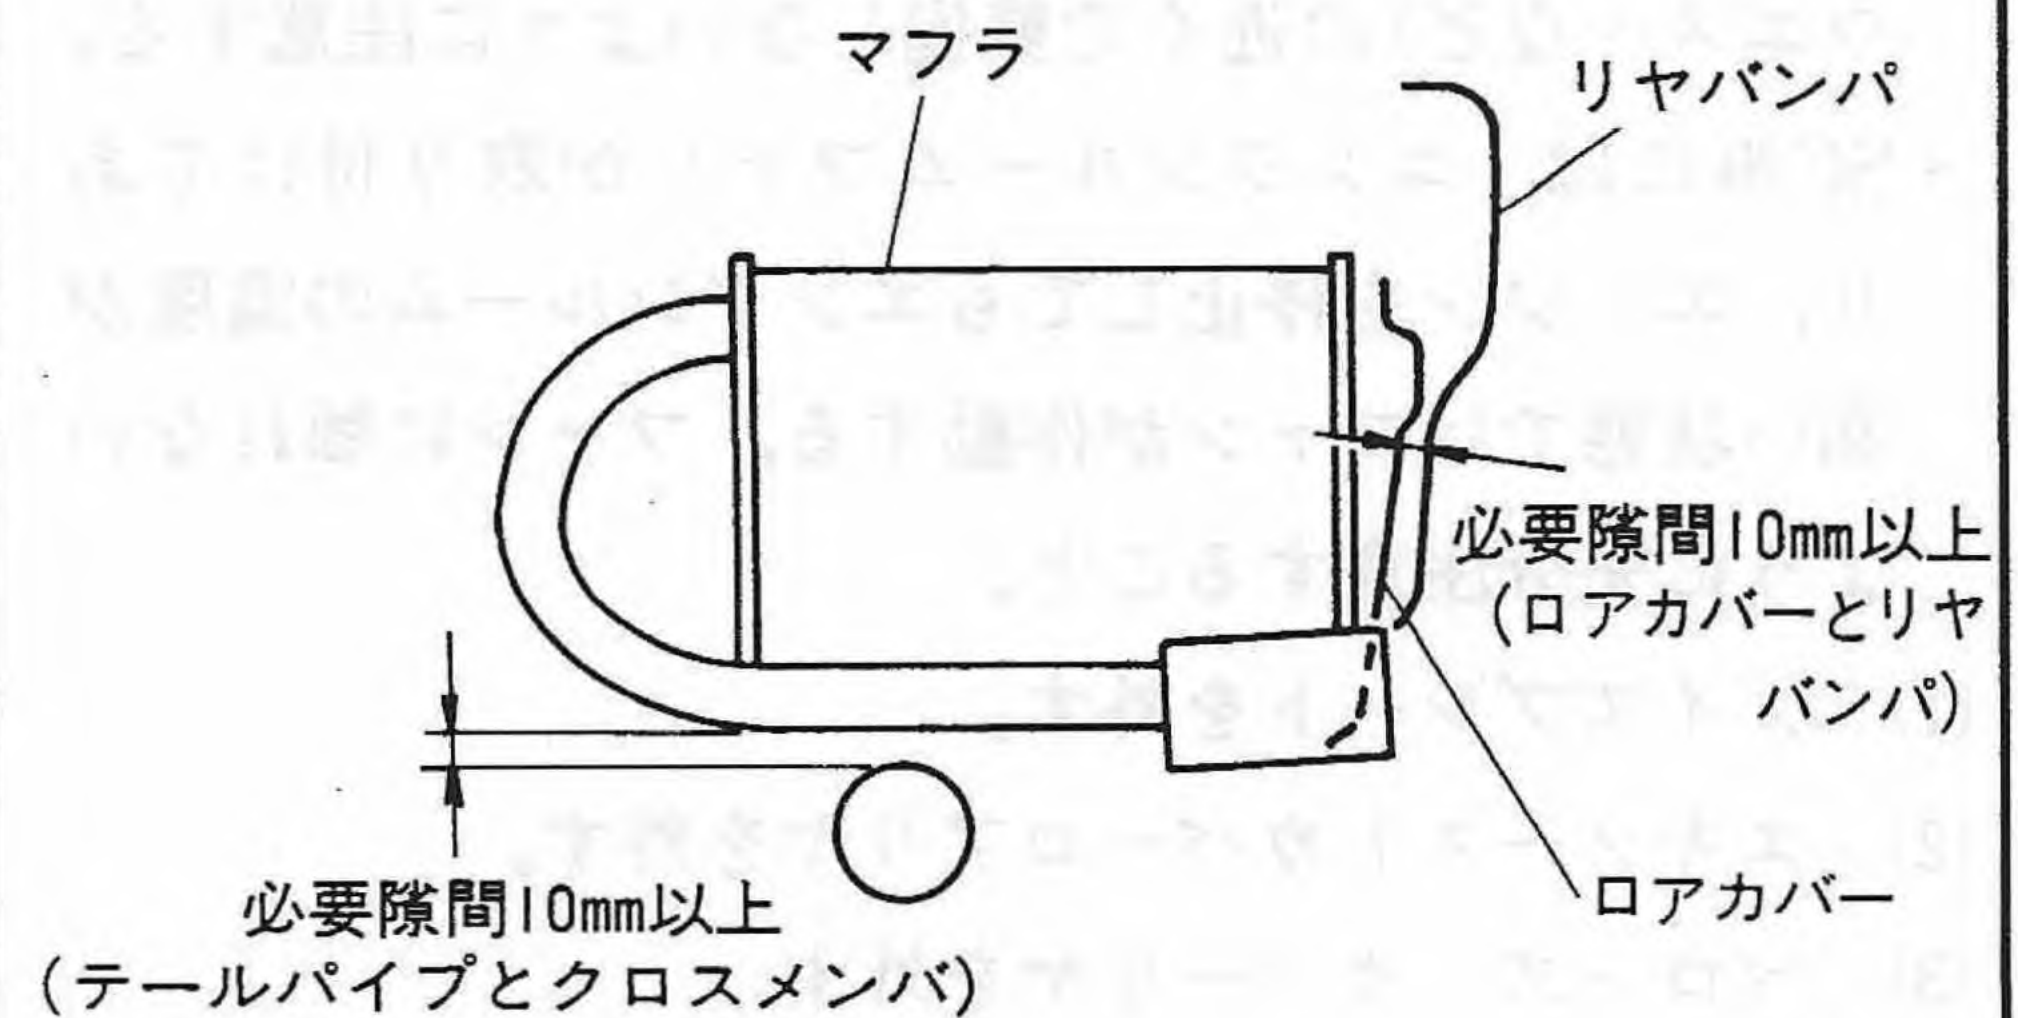
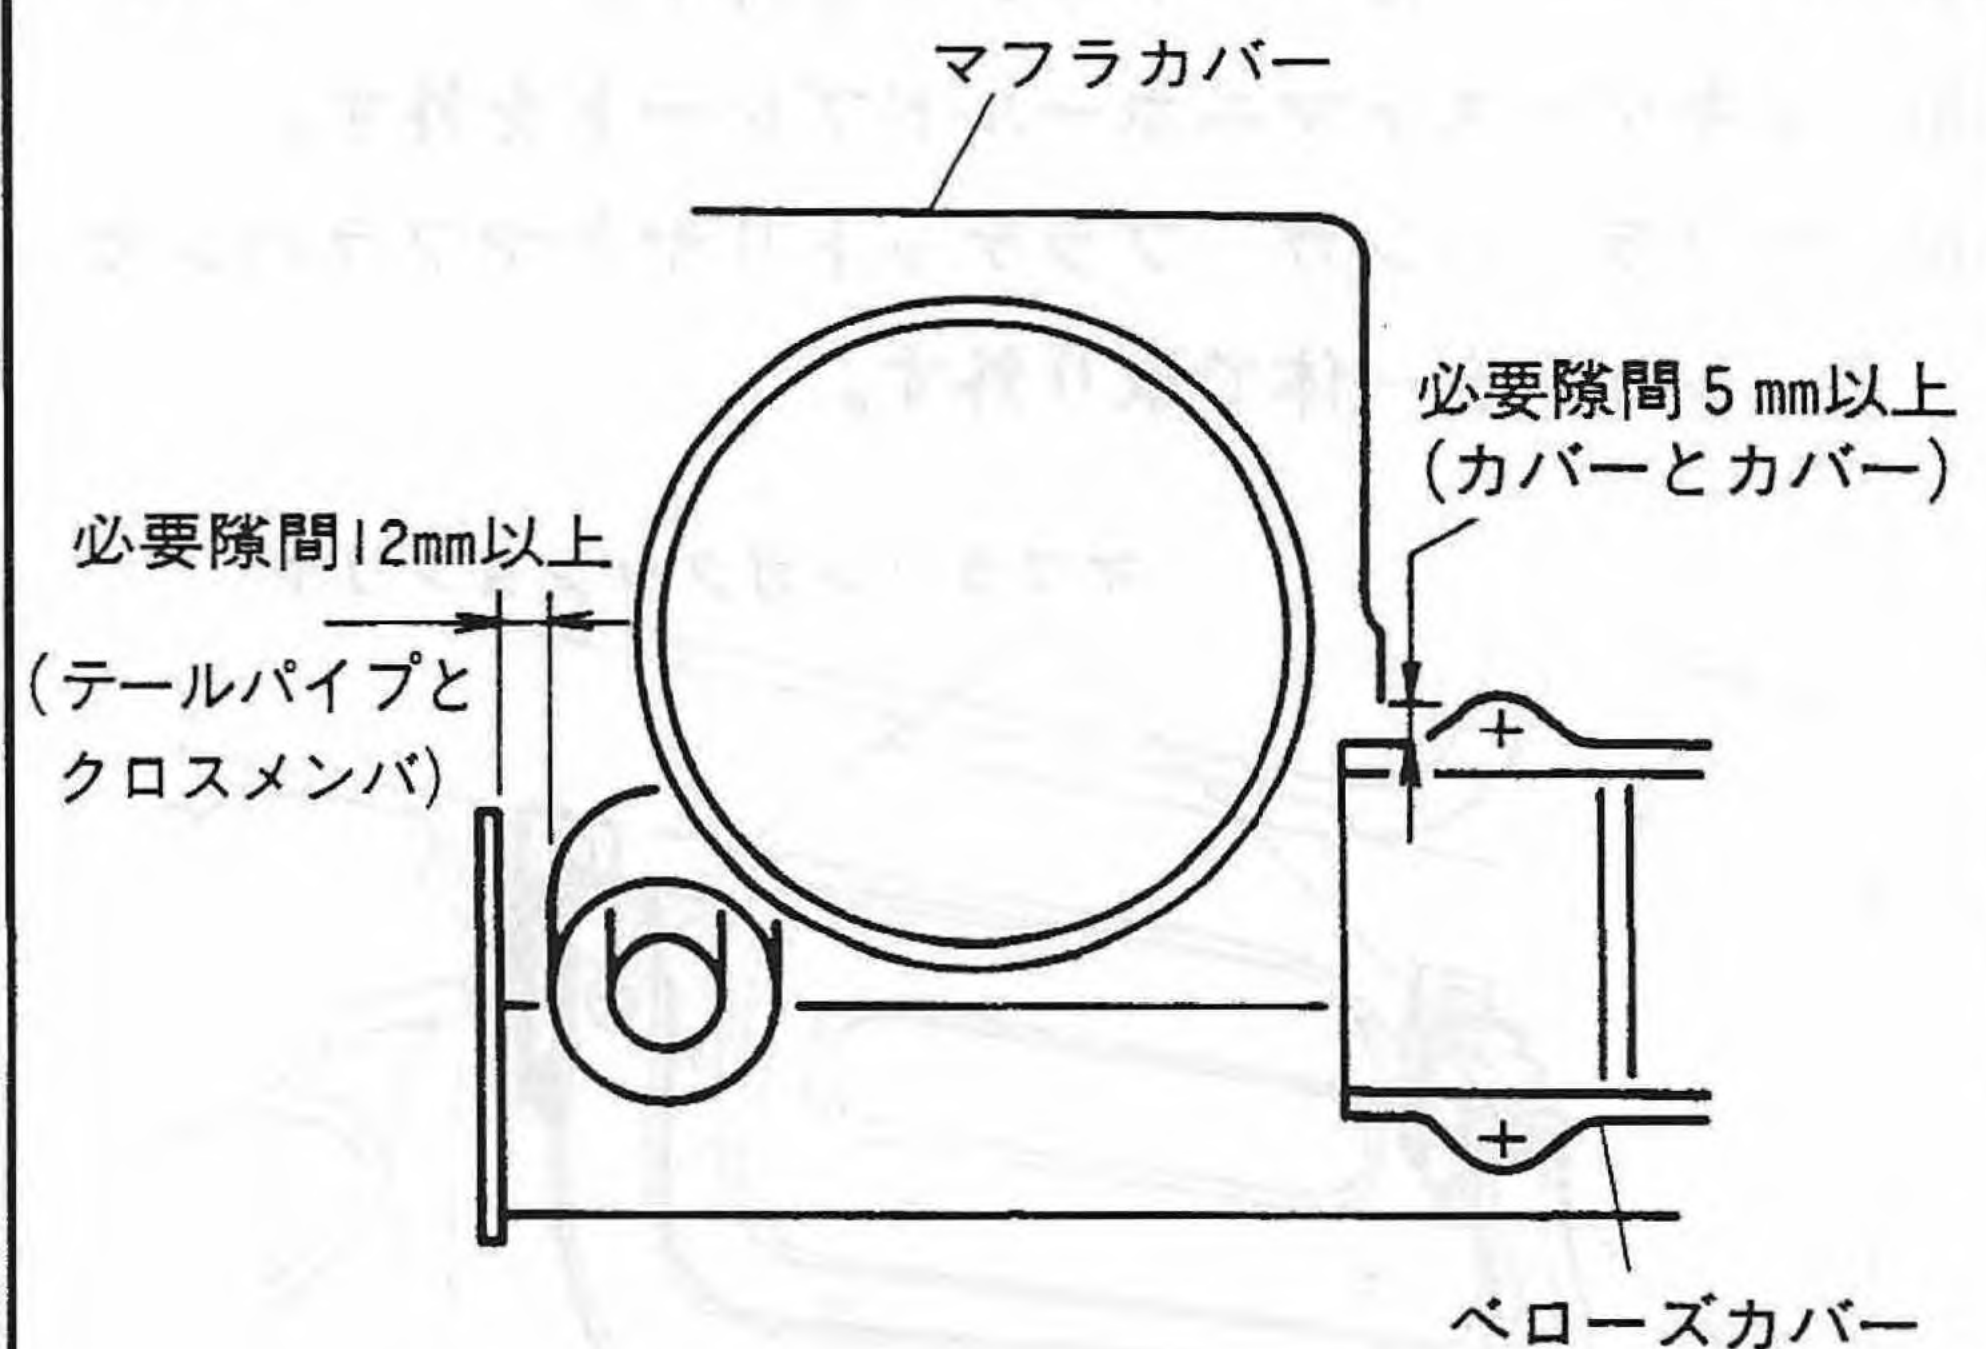

Fig. 10
Fig. 11
- (4) 仮締めがすべて終わった後、本締めする。
- (5) 取付け後、Fig10・Fig11のとおり隙間が確保されているか点検する。
- (6) 隙間が不足しているときは、締付け部を緩め調整した後、各部を締め付ける。